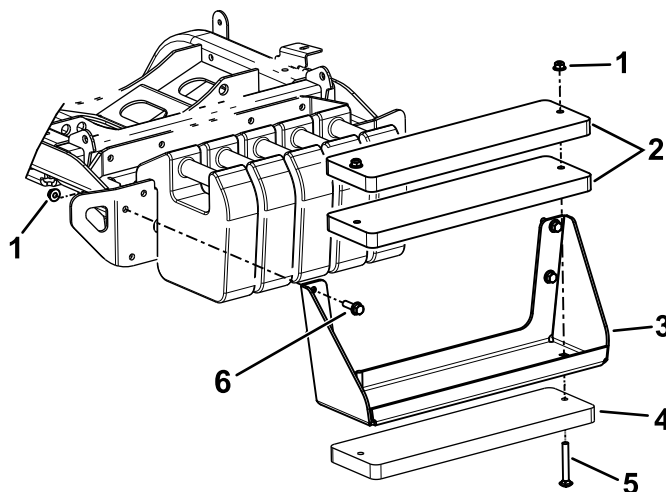

Figura 21
Nota: Fate riferimento a Figura 21 per questi passaggi.
- A. Utilizzate i bulloni ($\frac{3}{8}$ " x 4") e i dadi ($\frac{3}{8}$ ") per fissare le 3 zavorre alla staffa (Figura 21).
- B. Utilizzate i bulloni a testa esagonale e i dadi (inclusi nel kit) per fissare la staffa della zavorra alla macchina (Figura 21).
- A. Rimuovete la staffa della zavorra dalla macchina (Figura 21).
- C. Utilizzate i bulloni ($\frac{3}{8}$ " x 4") e i dadi ($\frac{3}{8}$ ") per fissare le 3 zavorre alla staffa (Figura 21).
- D. Utilizzate la bulloneria rimossa in precedenza per fissare la staffa della zavorra alla macchina (Figura 21).